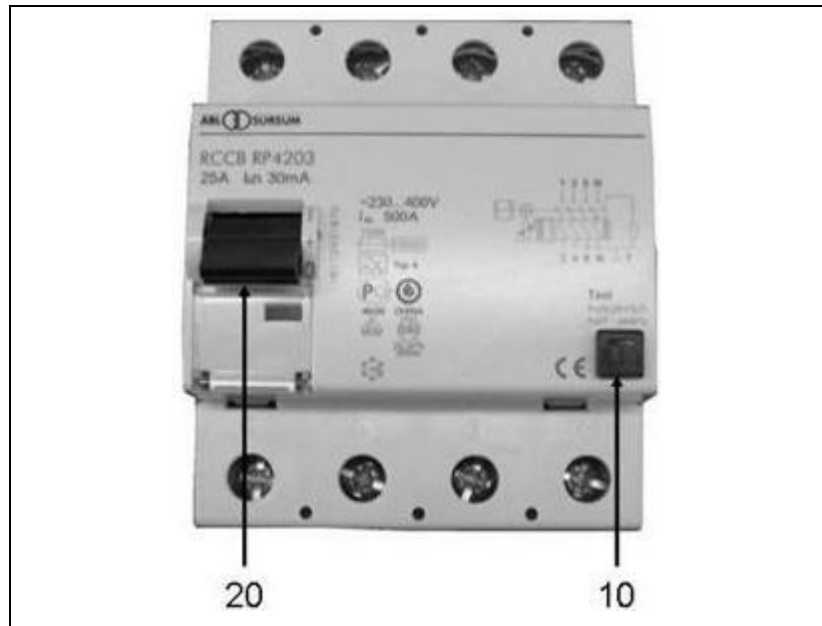

Abb. 5-1: FI-Schutzschalter
2. Zusätzlich ist durch den Benutzer arbeitstäglich durch Betätigen der Prüftaste (siehe unten Abb. 5-1-(10)) der Fehlerstrom-Schutzeinrichtung (RCD) die mechanische Funktion der Auslösung zu prüfen.
2. Schutzschalter (siehe Abb. 5-1-(20)) in Pos-1 bringen.
3. Testschalter (siehe Abb. 5-1-(10)) betätigen.
- ✓ Die Position des Schalters (siehe Abb. 5-1-(20)) zeigt das Ergebnis an: